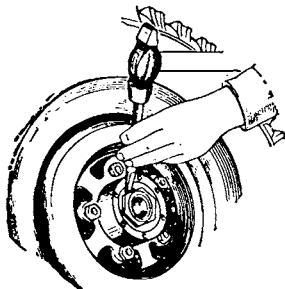

Рис. 89. Стопорение гаек подшипников ступиц
9. Загните два уса замочной шайбы на грани гайки и контргайки (рис. 89).